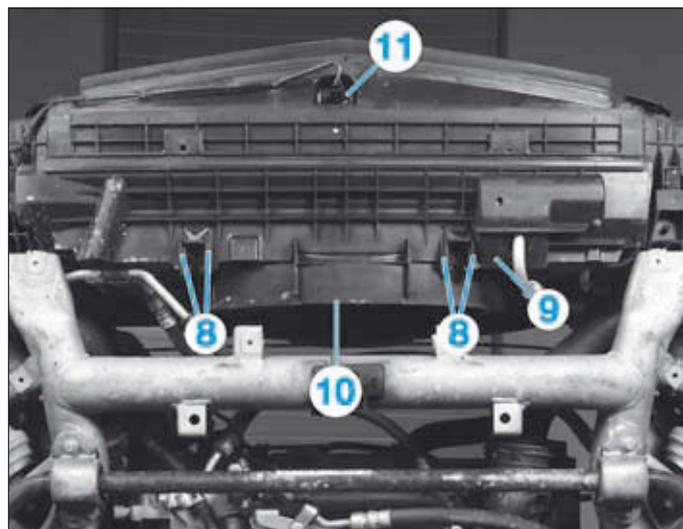

FIG. 9
- Ecarter les pattes (8) afin de libérer le déflecteur (9) du bloc motoventilateur (10) (Fig.9).
- Débrancher le connecteur (11) de la sonde de température extérieure et mettre son faisceau électrique de côté.